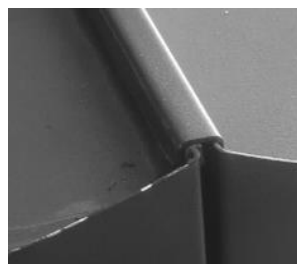

fig. 4
4. À l'aide d'un assistant, placez le rebord du coffre à outils latéral à 6 tiroirs de 14 1/2 po sur le rebord correspondant de l'armoire à outils roulante à 9 tiroirs de 42 po en vous assurant qu'il est affleurant et sécuritaire (fig. 4).